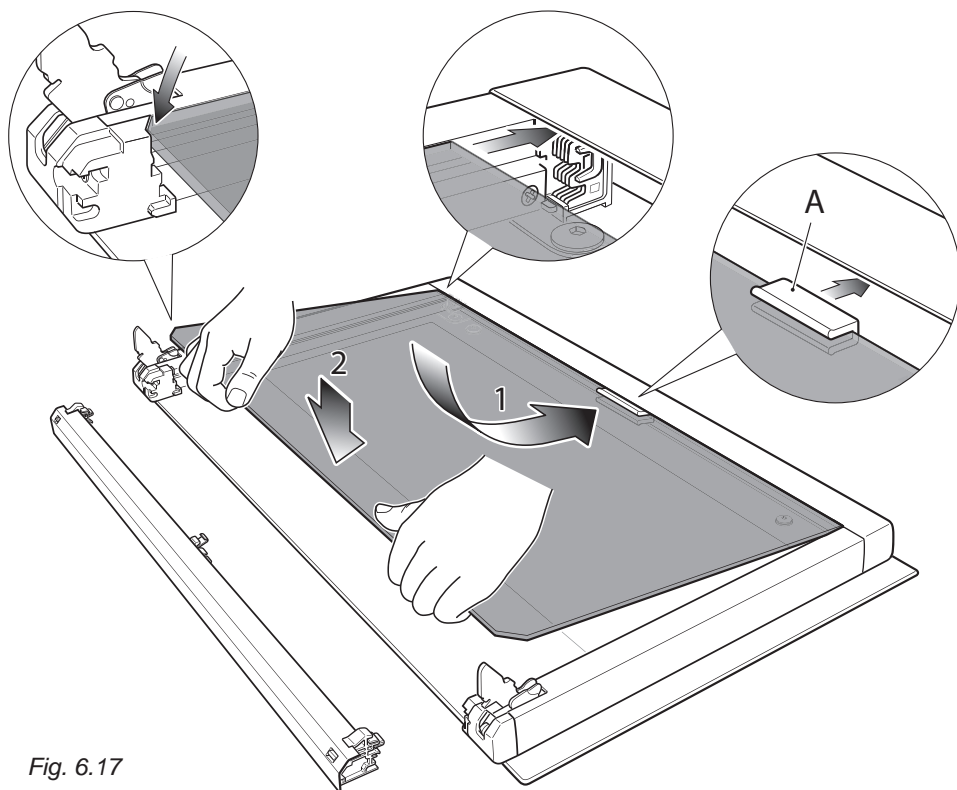

Fig. 6.17
1. Plasser glasset i henhold til Fig. 6.17. Glasset skal vende som vist nedenfor, ellers passer det ikke i beslaget. Merk: Benytt aldri ovnen uten det innerste glasset.
5. Kontroller, at tetningslisten "A" (Fig. 6.17) sitter korrekt. Hvis det ikke er plassert korrekt, skal den centrerres nederst på glasset.
6. Sett i glasset i de øverste hakk og skyv det forsiktig inn iht. pil 1 på Fig. 6.17.
7. Forsiktig senkes glasset, som vist på pil 2 på Fig. 6.17.